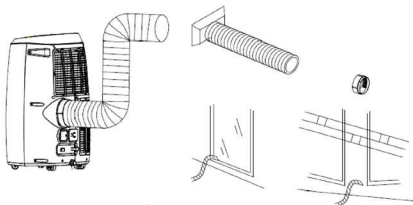

Fig. 7
- Inserire il fermo quadrato nell'apertura sul retro del condizionatore (Fig.7).